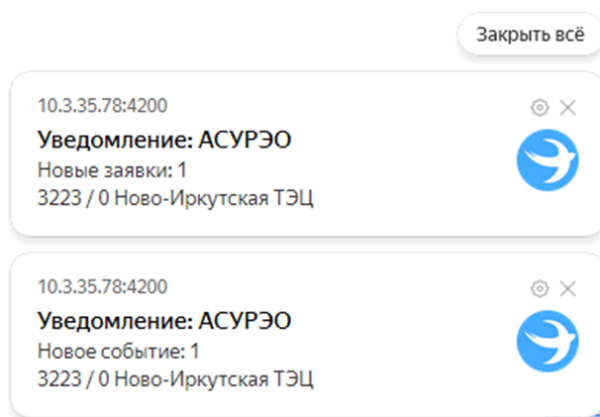

Рисунок 7.12 – Отображение уведомлений в Firefox
- В Firefox. По умолчанию уведомления появляются во всплывающем окне в правом верхнем углу и остаются до тех пор, пока их не закроют (Рисунок 7.12).